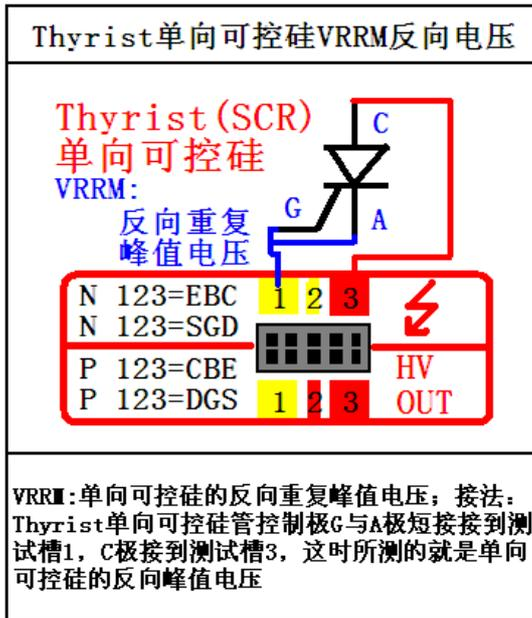
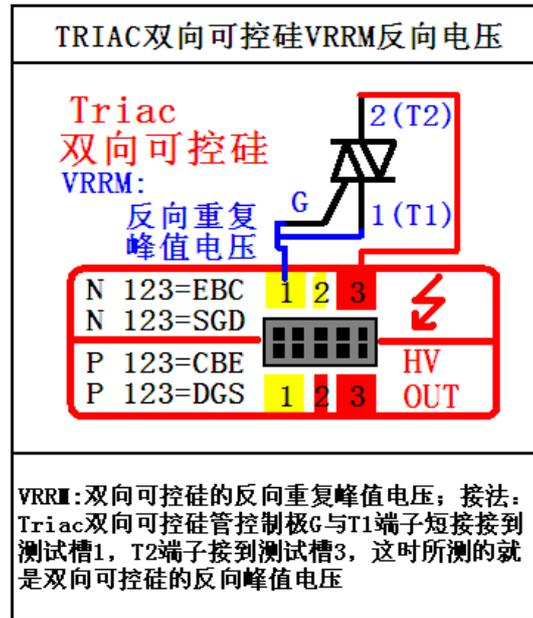

图 11
图 12
5、可控硅的单、双向的测试方法，VRRM的反向击穿电压（耐压）测试，如下图11和图12所示